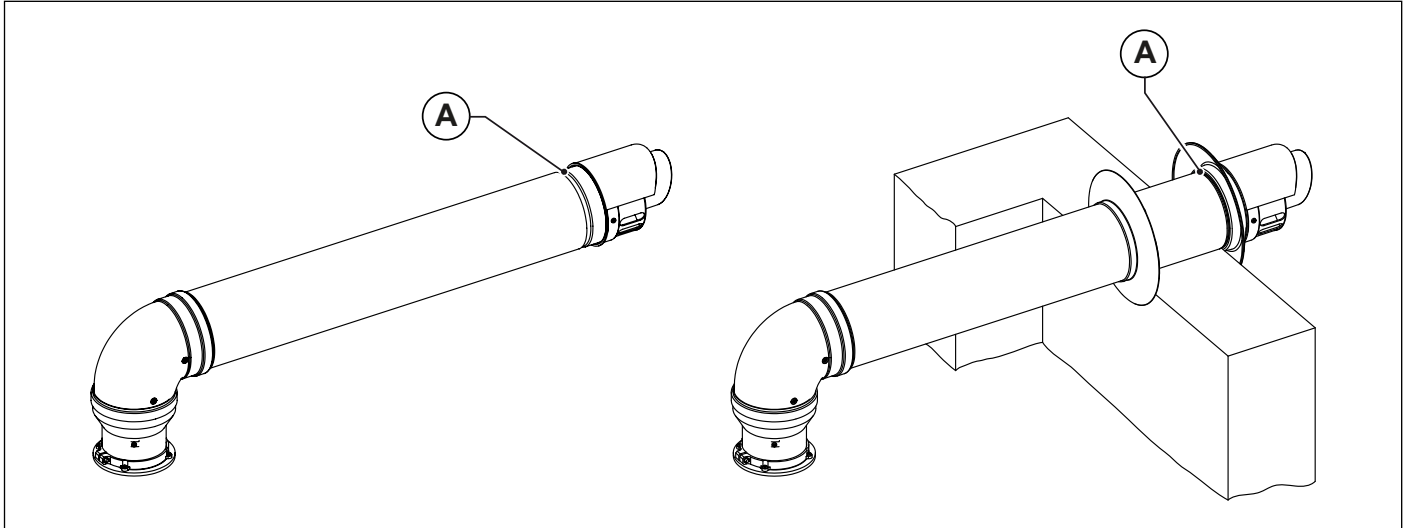

Fig. 9 Instalación terminales en el pared
Los terminales de aspiración de aire y evacuación de los humos, desdoblados y coaxiales, están dotados de un canal (A) en la parte final para la fijación de la roseta externa (véase Fig. 9 Instalación terminales en el pared).